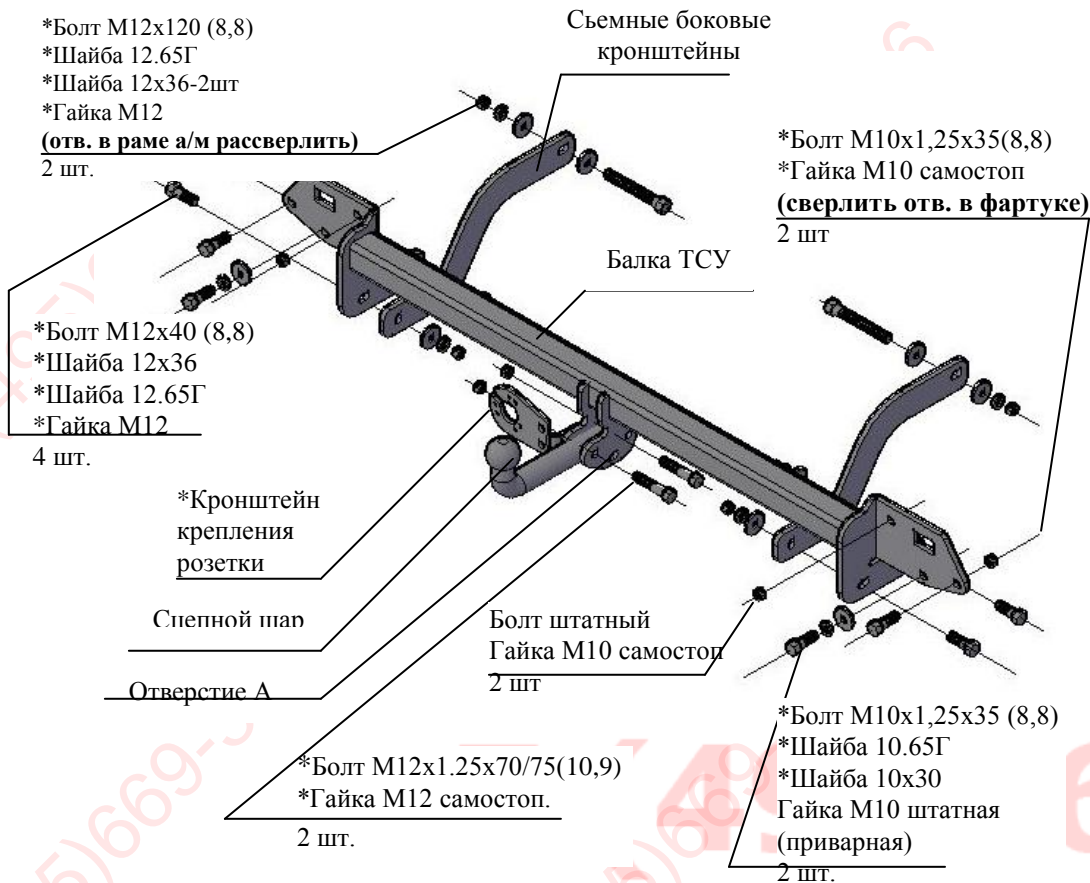

Рис.1 Тягово-цепное устройство ТСУ 9620
2.1 ТСУ 9620 в сборе (рис.1)	1 шт.
2.2 Пакет с комплектующими (см. рис.1) Защитный колпак	1 шт.
- 4.2 Установить балку ТСУ, закрепив ее к фартуку а/м болтами М10х1,25х35, гайками М10 самостоп (под головки 2-х болтов подложить шайбы гроверные 10.65Г и шайбы 10х30), используя в том числе болты и гайки штатные (для крайних болтов в фартуке а/м сверлить отверстия) (см.рис.1).
- 4.3 Установить съемные боковые кронштейны на внутр.стороны рамы а/м (отв. в раме а/м рассверлить), закрепив ее болтами М12х120 и гайками М12 (под гайки подложить шайбы гроверные 12.65Г и шайбы 12х36, под головки болтов -шайбы 12х36) и на внутр. стороны боковых кронштейнов балки ТСУ болтами М12х40 и гайками М12, (под гайки подложить шайбы гроверные 12.65Г и шайбы 12х36) (см.рис.1). Крепеж не затягивать.